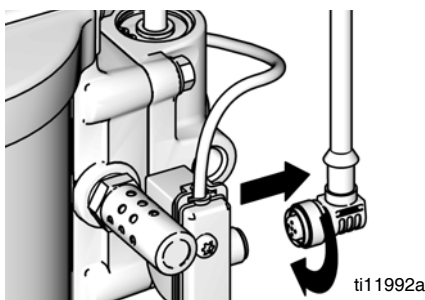

FIG. 10. Afbryd DataTrak
1. Kablet, der findes bagpå reedkontakten, skrues løs. Se FIG. 10.